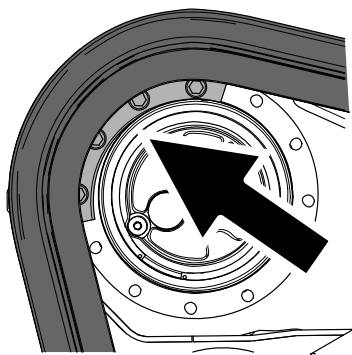

Figure 69
5. Poussez la commande de déplacement en avant jusqu'à ce que le segment du pignon d'entraînement s'engage sur la chenille (Figure 69).
10. Appliquez du frein-filet sur les boulons du segment de l'autre segment du pignon d'entraînement que vous avez déposé et posez le segment (Figure 69). Serrez les boulons à un couple de 247 à 301 N·m (182 à 222 pi-lb).